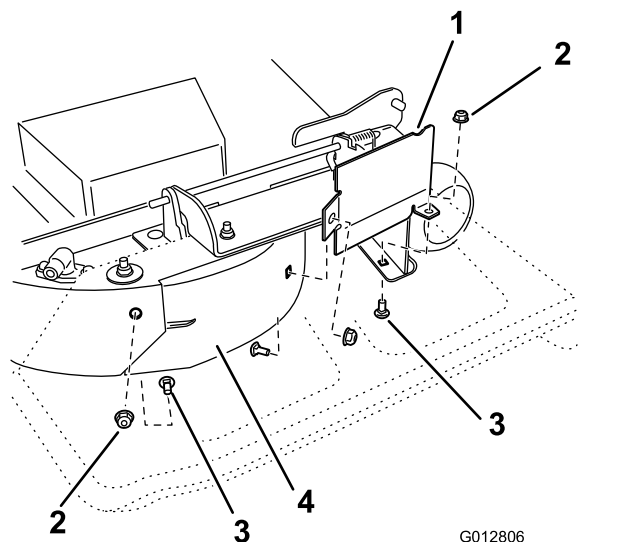

Figure 30
8. Sur la paroi arrière du plateau de coupe, retirez le boulon de carrosserie (5/16 x 3/4") et le contre-écrou (5/16") qui fixent le déflecteur au plateau (Figure 30).
9. Trouvez la protection du déflecteur sur le bord avant de l'ouverture d'éjection latérale. Retirez les fixations qui maintiennent la protection du déflecteur droit sur le plateau de coupe, comme indiqué à la Figure 30. Déposez le déflecteur et conservez toutes les fixations.